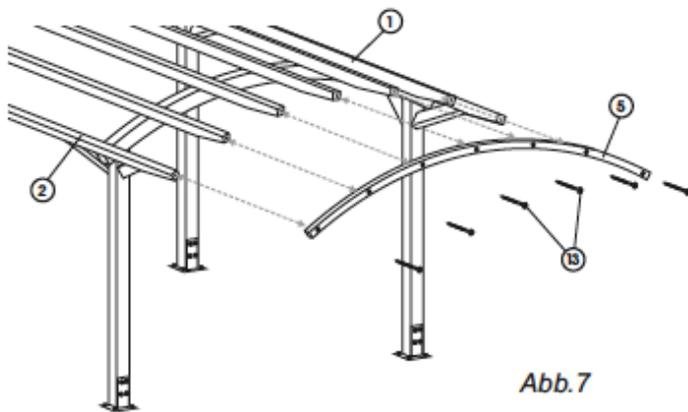

Abb. 7
e) Das bogenförmige Rähmholz ⑤ ist an den Latten ① und ② mit Holzschrauben M10/150 ⑩ mit Muttern ⑮ zu fixieren. (Abb. 7)